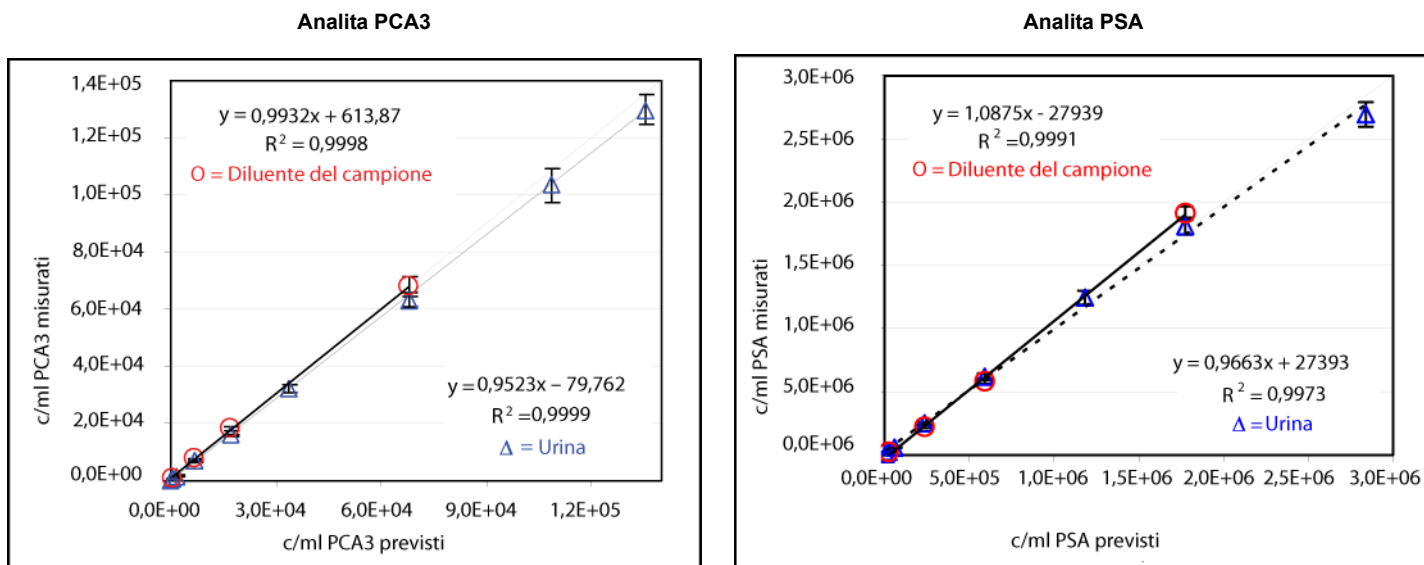

Figura 4. Linearità del PROGENSA PCA3 Assay per gli analiti PCA3 e PSA
L'intervallo lineare del PROGENSA PCA3 Assay è stato determinato secondo CLSI EP6-A (2003) (8) in base all'analisi di regressione lineare (minimi quadrati). Due gruppi di serie di diluizioni sono stati preparati partendo da campioni contenenti alte concentrazioni di mRNA di PCA3 e PSA. Un gruppo è stato diluito in urina femminile trattata ed un gruppo in diluente del campione. Le diluizioni coprivano l'intero intervallo del dosaggio compreso fra i calibratori positivi più bassi e più alti per ciascun analita. Per entrambi gli analiti PCA3 e PSA, i risultati misurati dal dosaggio hanno mostrato una relazione proporzionale diretta fra le diluizioni analizzate ed i valori di c/ml di analita referatati. Non si è riscontrato un significativo effetto matrice del diluente. Vedere Figura 4.